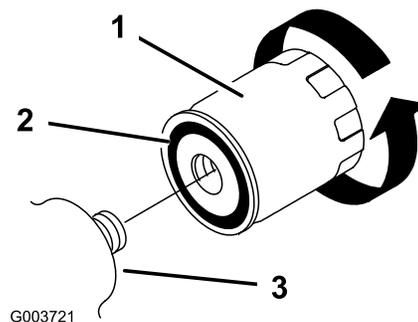

Figura 38
- Retire el filtro usado (Figura 38) y limpie con un paño la superficie de la junta del adaptador del filtro.
- Aplique una capa fina de aceite hidráulico a la junta de goma del filtro nuevo (Figura 38).
- Instale el filtro hidráulico nuevo en el adaptador del filtro (Figura 38). Apriete el filtro en el sentido de las agujas del reloj hasta que la junta de goma entre en contacto con el adaptador del filtro, luego apriete el filtro 1/2 de vuelta más.